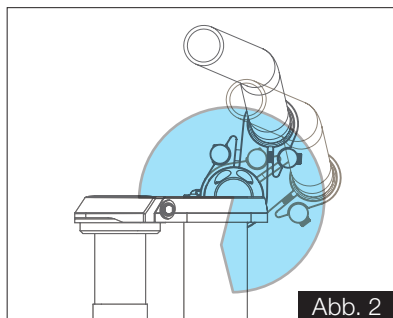

Abb. 2
Um den Vorbauwinkel zu verstellen (Abb. 2), öffnen Sie die beiden Vorbauklemmschrauben (A) und drehen Sie Vorbau und Lenker in die von Ihnen gewünschte Position. Stellen Sie danach sicher, dass Sie die Vorbauklemmschrauben wieder fest ziehen (8 Nm). Achten Sie darauf, dass Leitungen nicht geknickt oder beschädigt werden.